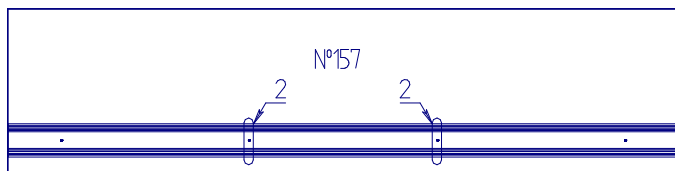

Рис.4
4. Через отверстия 2 на треке, шилом наколоть отверстия на детали №157 (рис.4).